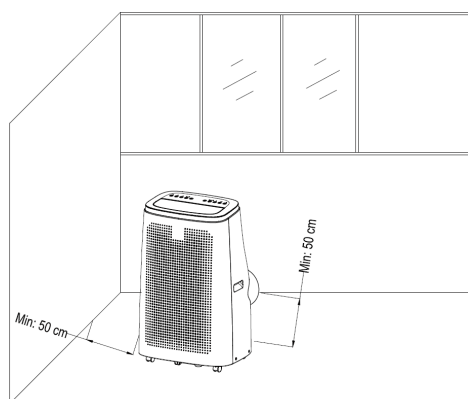

Figure 4
3) Déplacez la machine avec le caloduc et les raccords installés avant la fenêtre, et la distance entre le corps et les murs ou autres objets doit être d'au moins 50 cm (comme le montre la figure 4)